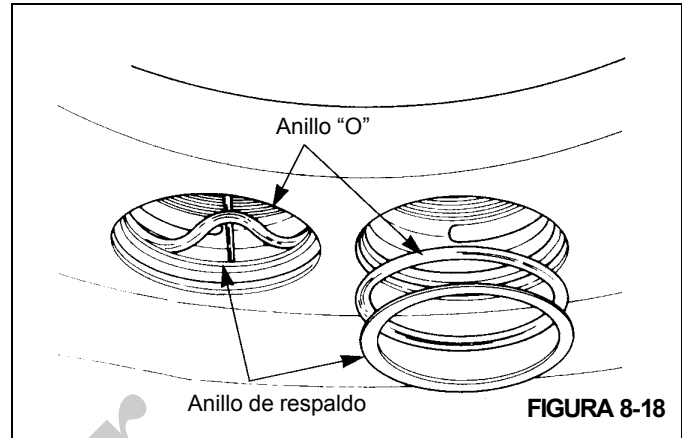

FIGURA 8-18
- 10. Retire y bote el anillo "O" y los anillos de respaldo (Figura 8-18).